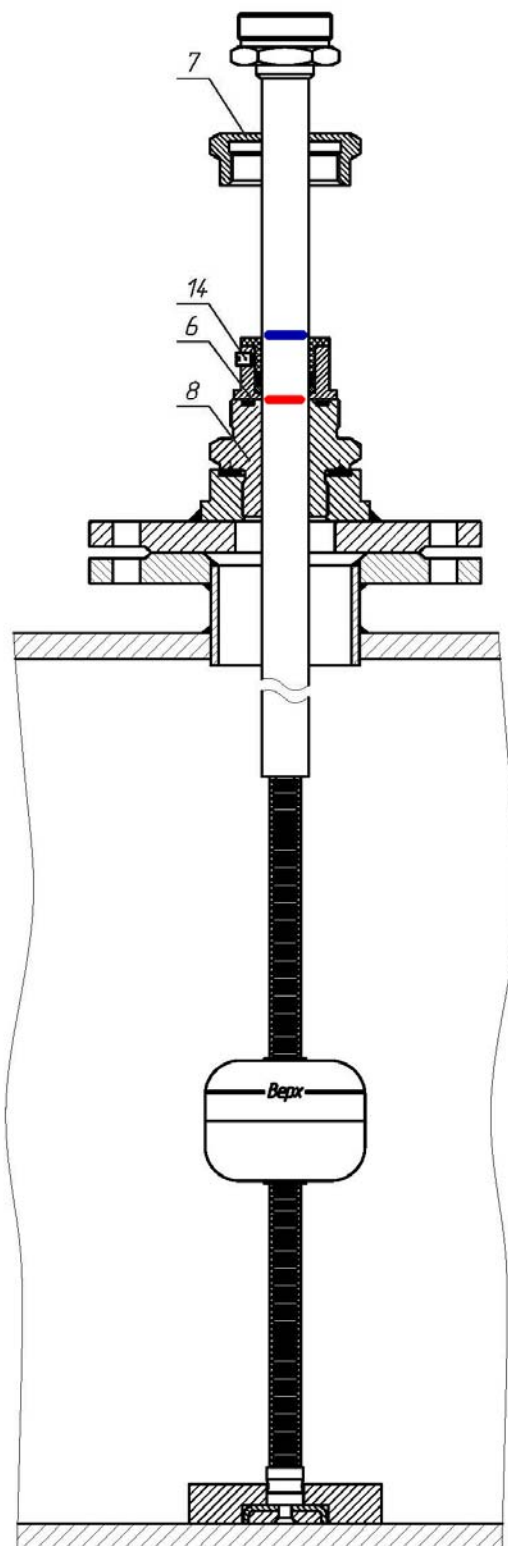

Рисунок 13. Натяжение внешнего корпуса
3.6.17 Опустите втулку d18 в сборе (6), установив ее на штуцер (8). Убедитесь, что резиновая уплотнительная прокладка на штуцере установлена в канавке (рис. 13).